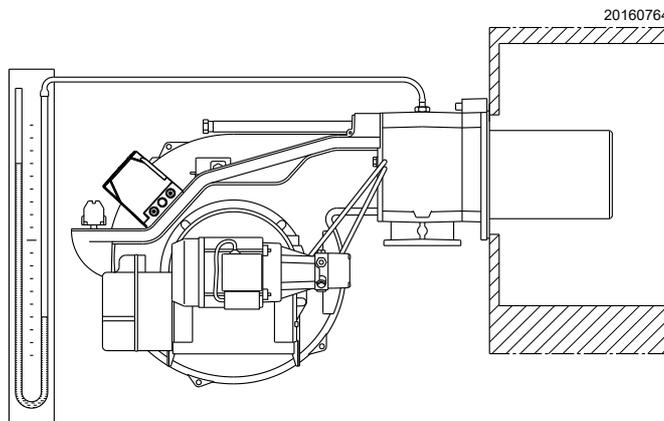

Fig. 35
- Montare un manometro a U (Fig. 35) sulla presa di pressione del gas del manicotto.
L'arrivo del gas al manicotto è evidenziato dal manometro ad U (Fig. 35).